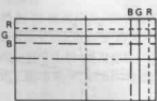

图19
- 将调节模块(b)深插入于偏转线圈和CRT之间, 通过向左调节偏转线圈的位置, 消除图 19 所示的误聚焦。